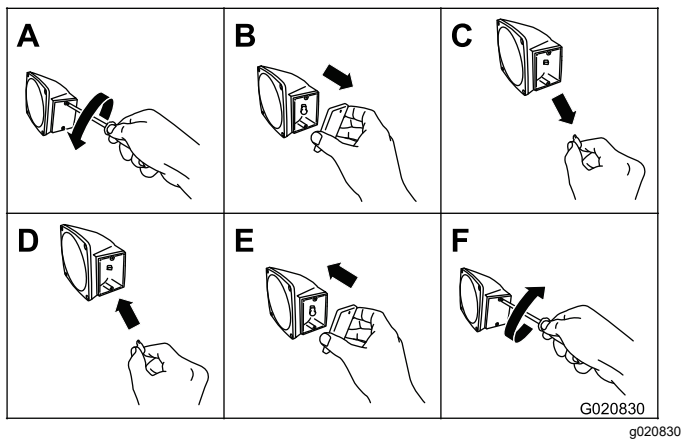

Figura 56
1. Utilice un destornillador para retirar los 2 tornillos de la lente rectangular pequeña del lateral de la luz (Figura 56).
2. Retire la lente (Figura 56).
3. Retire la lámpara del zócalo (Figura 56).
4. Coloque una lámpara 168 nueva en el zócalo (Figura 56).
5. Instale la lente y los 2 tornillos (Figura 56).